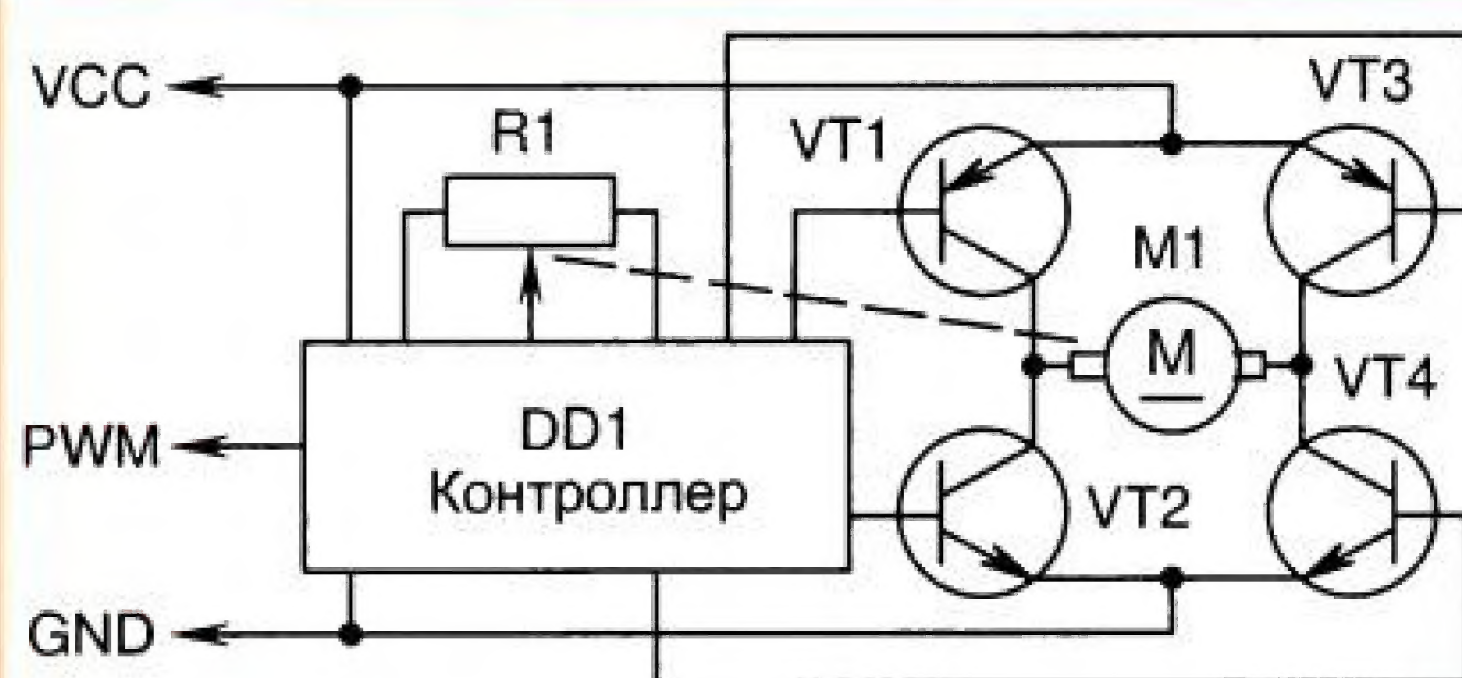

Рис. 4
**13.** Ответ — 0. На рис. 4 приведена типовая структурная схема сервопривода, аналогичного SG90. Транзисторы VT1—VT4 образуют так называемый H-мост. Через него по сигналам от контроллера DD1 на двигатель постоянного тока M1 подаётся питание положительной или отрицательной полярности. Следовательно, вал двигателя крутится по или против часовой стрелки. В системе имеется датчик положения, выполненный на переменном резисторе R1, который физически связан с валом двигателя. Через него организуется обратная связь, позволяющая контроллеру формировать сигналы, перемещающие вал, а значит, и резистор, на строго определённый угол.